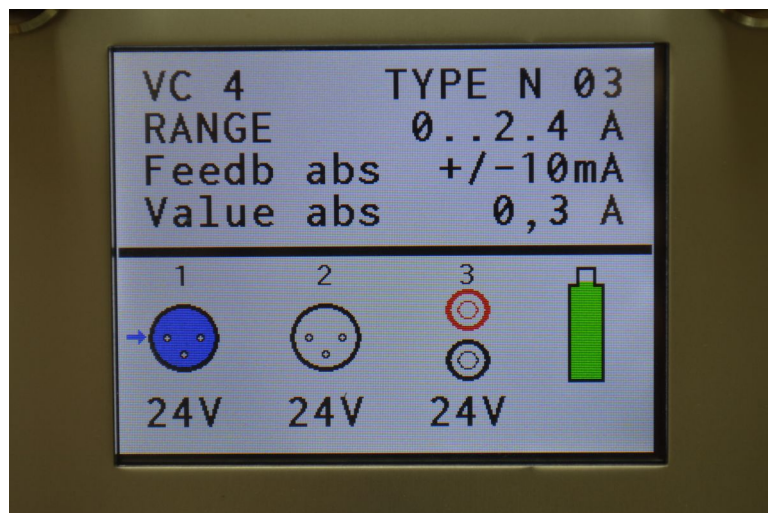

Bild 4: Schaltausgang 1 angewählt
Die Taste „**Set**“ (5) blättert entweder durch die Parameterwerte, oder wählt den selektierten Schaltausgang aus. Dessen Farbe wechselt dann von weiß zu blau (siehe Bild 4).